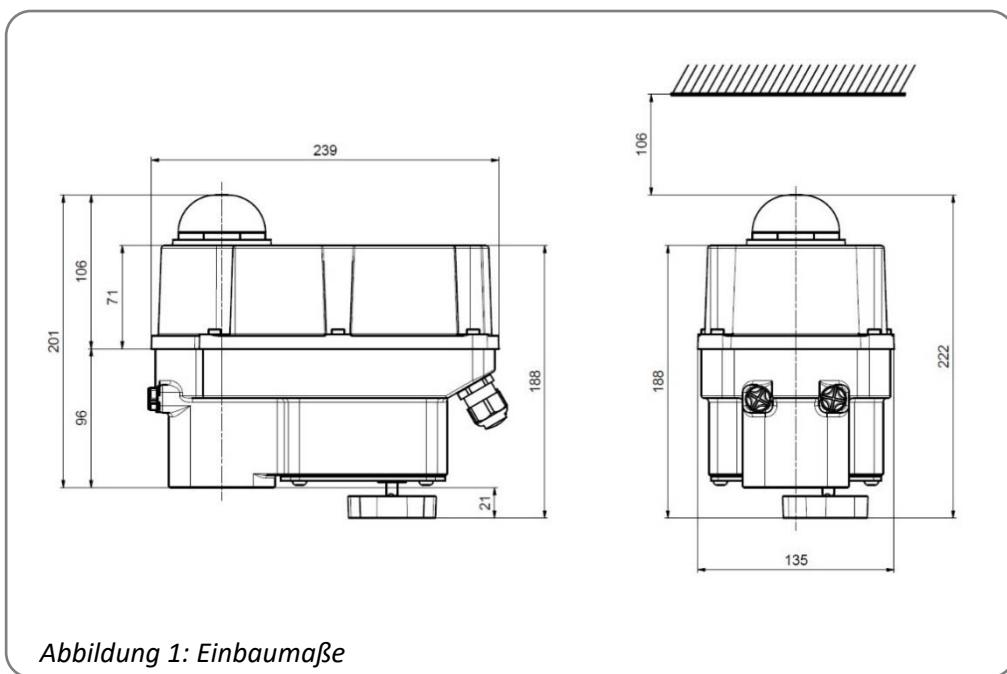

Abbildung 1: Einbaumaße
- Die Antriebe müssen mit ausreichendem Freiraum zum Abnehmen der Haube eingebaut werden (Abbildung 1). Die Einbaulage ist beliebig mit Ausnahme „Haube nach unten“ (Abbildung 2).